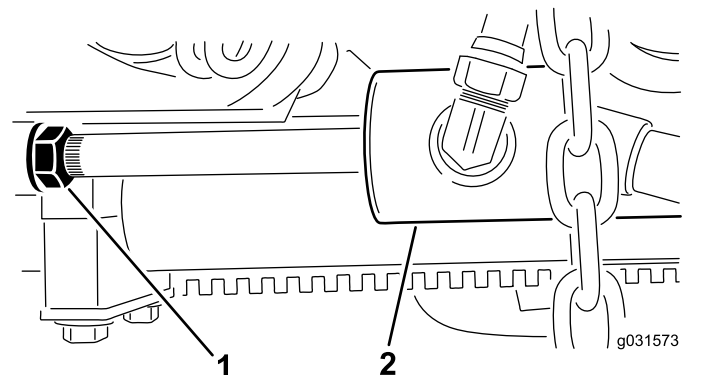

Figura 15
- B. Solte a porca de bloqueio no cilindro (Figura 15).